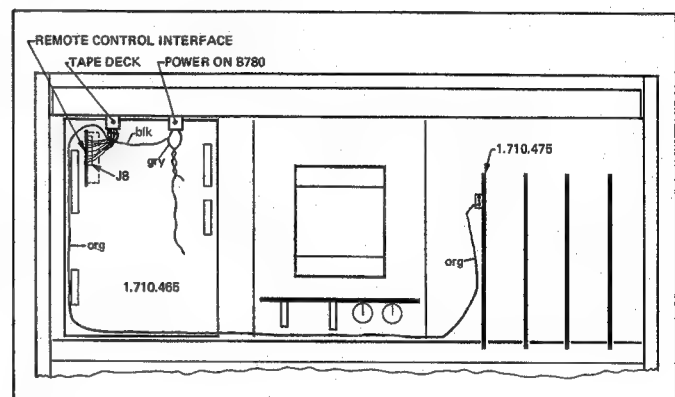

Fig.3.7
- Enficher la platine REMOTE CONTROL INTERFACE dans la réglette J8 (1.710.465), (fig. 3.7).
- Introduire le câble orange le long du faisceau de câbles jusqu'à la platine AUDIO LOGIC CONTROL 1.710.475 et l'enficher dans la nouvelle réglette (fig. 3.7).